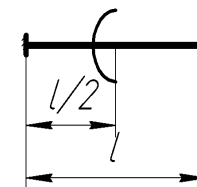

Рис. 3
5.1.1. К середине каждой ступени лестницы по 10 раз последовательно в двух противоположных направлениях прикладывается крутящий момент 50±5Нм, рис. 3.